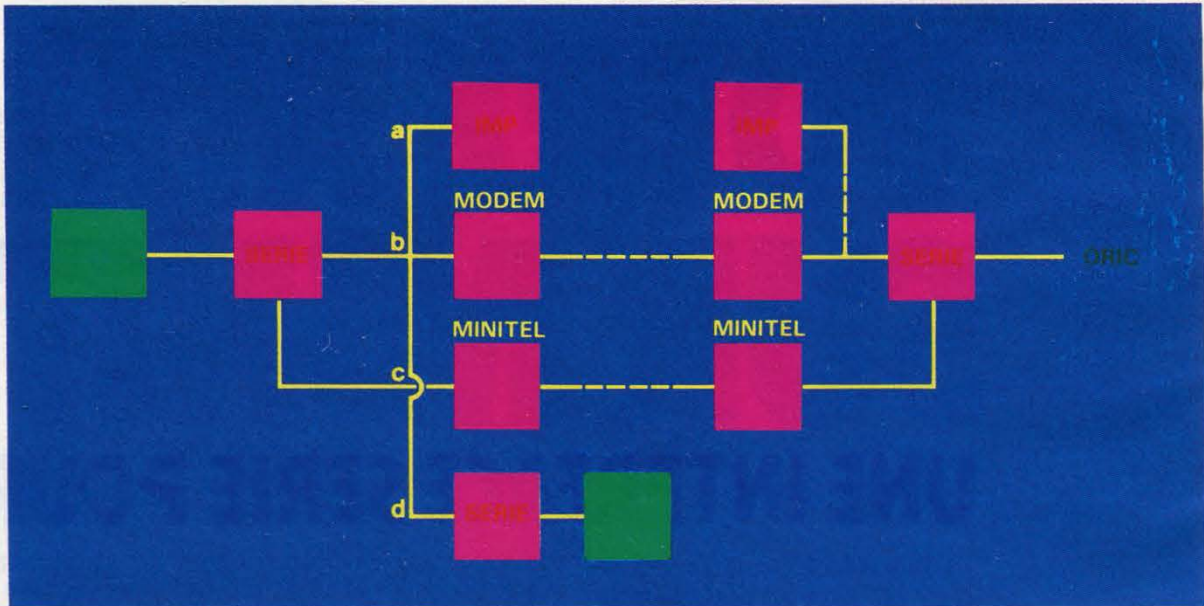

Fig. 1. - Communication à distance ou en local vers un micro-ordinateur ou un terminal.
**P**our établir la communication en distance ou en local vers un autre ordinateur ou un terminal (fig. 1), nous avons choisi un circuit ACIA (Asynchronous Communication Interface Adapter) spécifique à cette utilisation : le 6850 de Motorola (encadré 1).